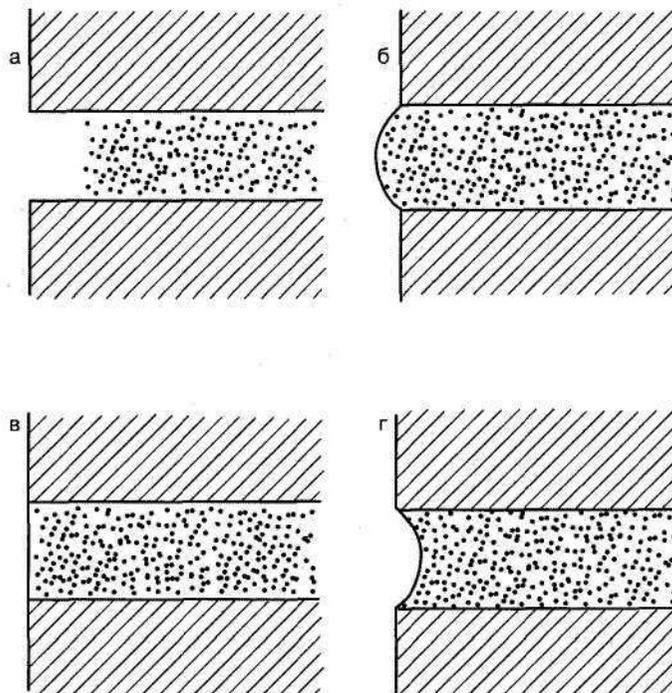

Рис. 44. Виды швов:
Мы уже говорили, что печная кладка должна выполняться очень тщательно, отборным кирпичом, внутренняя поверхность стен и каналов должна быть гладкой, шов выполняется вподрез (рис. 44). Нельзя заглаживать неровности глиняным раствором — он отвалится и перекроет канал. Наоборот, надо тщательно смыть водой следы раствора. Доли кирпича надо оттесывать очень тщательно и притирать кирпичом о кирпич, чтобы слой раствора по тесаной поверхности не был слишком большим и раствор не заполнял пустоты.
- швы расширять в пустошовку (рис. 44), а потом заполнять, отделявая вогнутой расшивкой.